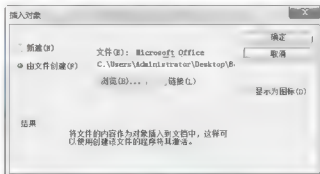

图 3.126 【插入对象】对话框
(1) 在 Microsoft Word 或 Excel 软件中做好表格后保存文件。
(2) 在 AutoCAD 图形文件中执行菜单栏中的【插入】|【OLE 对象】命令, 打开【插入对象】对话框, 选择【由文件创建】单选按钮, 如图 3.126 所示。